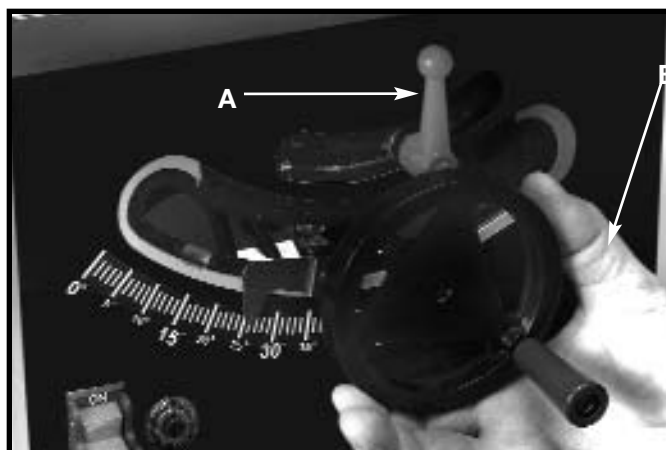
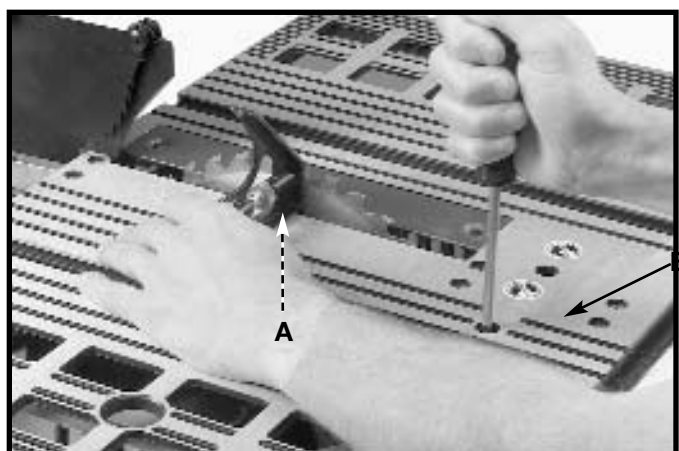
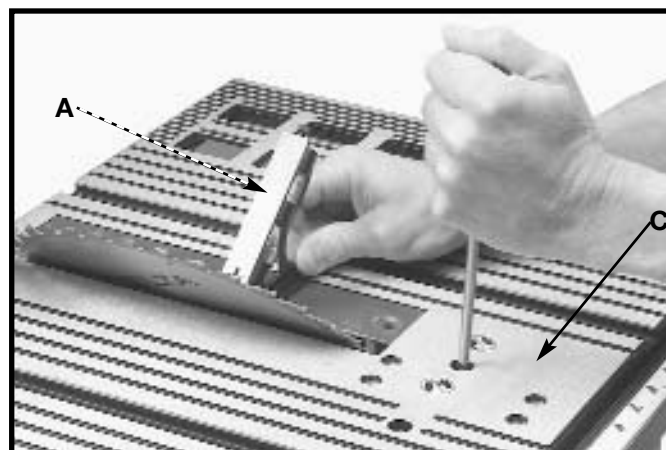

Fig. 30
Fig. 31
Fig. 32
Pour incliner la lame de la scie, desserrer la poignée de verrouillage (A) fig. 30, et déplacer le volant (B) jusqu'à ce que la lame soit à l'angle voulu. Serrer la poignée de verrouillage (A).
2. Desserrer la poignée de verrouillage d'inclinaison de la lame (A) fig. 30, déplacer le mécanisme d'inclinaison de la lame (B) aussi loin que possible vers la gauche et resserrer la poignée de verrouillage d'inclinaison de lame (A).
3. Placer une équerre (A) fig. 31, sur la table, une de ses extrémités contre la lame, et vérifier si la lame est perpendiculaire à la table. Sinon, desserrer la vis (B, fig. 31) de quelques tours et déplacer le mécanisme d'inclinaison de lame jusqu'à ce que la lame soit perpendiculaire à la table. Resserrer la poignée de verrouillage d'inclinaison de la lame (A, fig. 30) et resserrer la vis (B) fig. 31 à fond.
2. Desserrer la poignée de verrouillage d'inclinaison de la lame (A) fig. 31, déplacer le mécanisme d'inclinaison de la lame (B) aussi loin que possible vers la gauche et resserrer la poignée de verrouillage d'inclinaison de lame (A).
3. Placer une équerre (A) fig. 32, sur la table, une de ses extrémités contre la lame, et vérifier si la lame est à 45 degrés à la table. Sinon, desserrer la vis (C, fig. 32) de quelques tours et déplacer le mécanisme d'inclinaison de lame (B) fig. 30, jusqu'à ce que la lame soit à 45 degrés à la table. Resserrer la poignée de verrouillage d'inclinaison de la lame (A) fig. 30 et resserrer la vis (C) fig. 32 à fond.